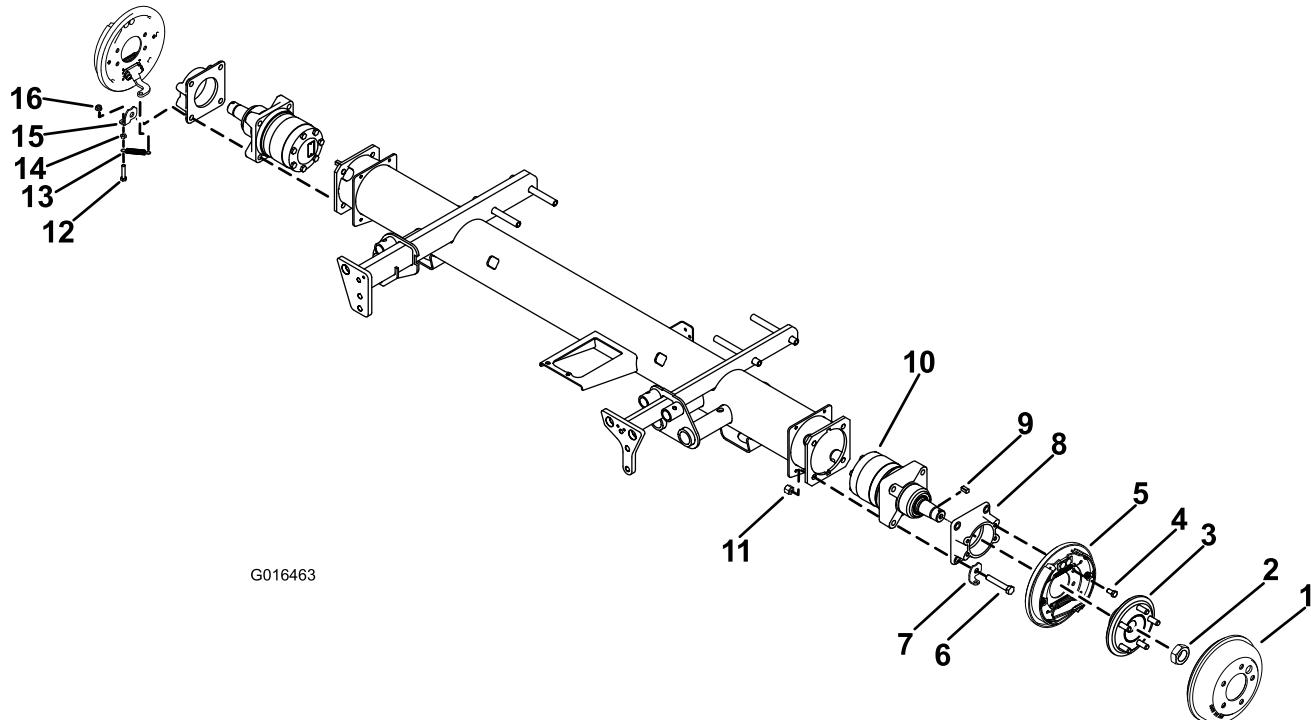

Figura 6
3. Posizionate il motore della ruota sul telaio. Montate la graffa della molla, l'adattatore del freno e il motore della ruota al telaio con (4) viti a testa cilindrica da 1/2 x 3 pollici.
4. Installate e serrate i (4) dadi di bloccaggio da 1/2 poll. sulle viti a testa cilindrica per fissare il motore, l'adattatore del freno e la graffa della molla al telaio. Serrate le viti a un valore compreso tra 91 e 113 Nm. Assicuratevi che la graffa della molla sia posizionata come mostrato in Figura 6.
5. Montate il gruppo freno sul relativo adattatore con (4) viti a testa cilindrica da 3/8 x 3/4 poll. Serrate le viti a testa cilindrica un valore compreso tra 27 e 45 Nm.